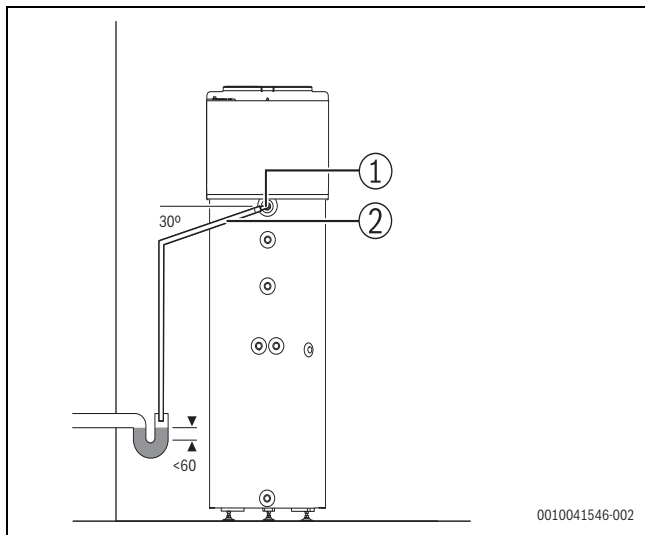

Bild 12 Kondensatanschluss
- ▶ Einen flexiblen Schlauch Ø 16 ([2], Abb. 12) an den Kunststoffnippel ([1] anschließen, Abb. 12).
- ▶ Schlauch an einen Siphon anschließen, damit das Kondensat frei abfließen kann (Abb. 12).